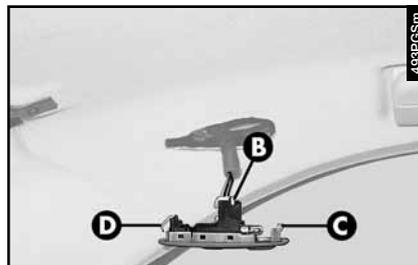

fig. 72
– Enlever et remplacer l'ampoule (**B-fig. 72**) (de type cylindrique à baïonnette) en la poussant légèrement et en la tournant dans sens contraire des aiguilles.
– Remonter le plafonnier en accrochant d'abord l'ailette (**C-fig. 72**) et en poussant ensuite sur l'autre côté jusqu'à entendre le déclic de l'agrafe (**D-fig. 72**).